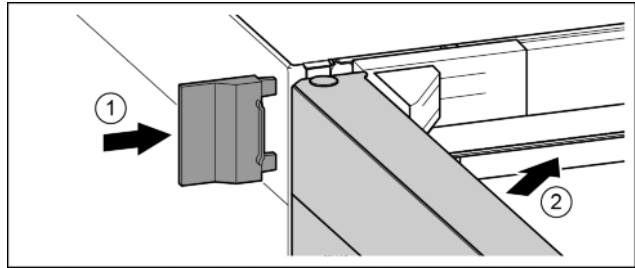

Fig. 25
- ▶ Äußere Abdeckung aufschieben. *Fig. 25 (1)*
- ▶ Obere Tür schließen. *Fig. 25 (2)*